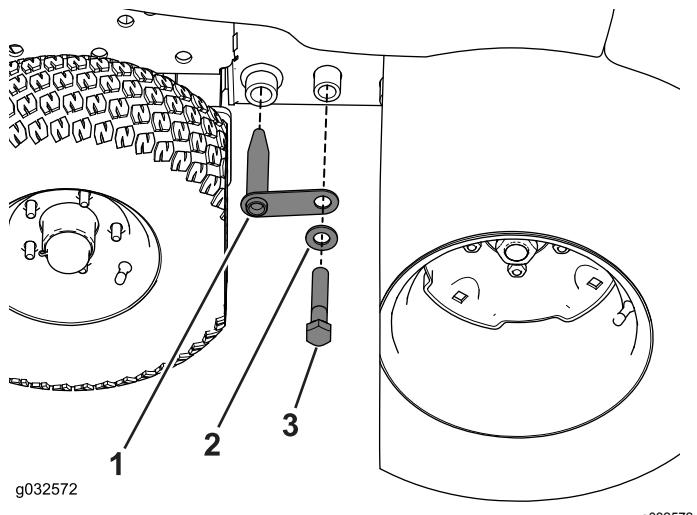

図 117
7. 機体フレームから、ボルト、ワッシャ、カップリンクを外す図 117。